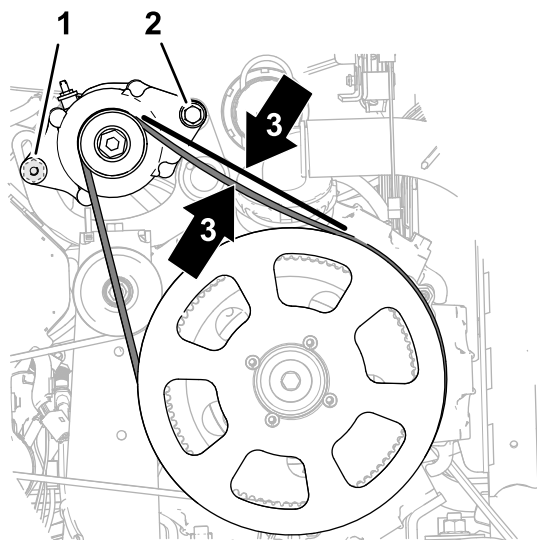

Figura 183
- Rode o alternador (Figura 183) para aumentar a tensão na correia até medir uma deflexão da correia de 9,5 mm quando aplica 4,5 kg a meio entre a polia do alternador e a polia da transmissão de 279 mm.